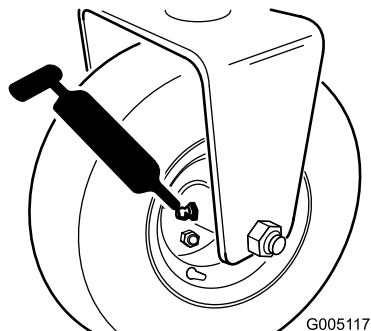

Figura 38
- Embragues de rodillos y cojinete de bolas externo de las ruedas traseras (1) (Figura 38)